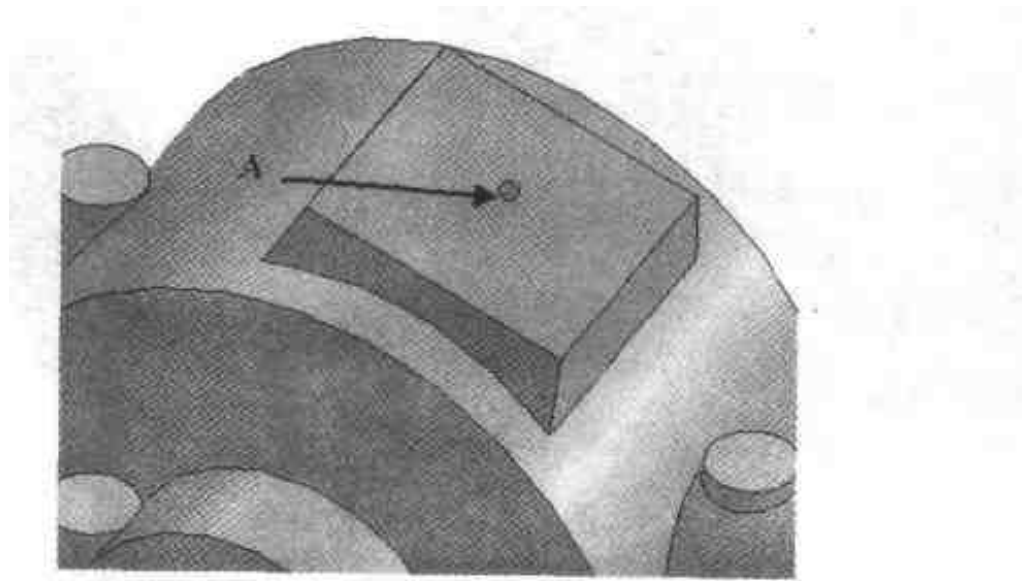

图 2.34 拖入【孔类长方体】图素
- (6) 从【图素】设计元素库中向如图 2.34 所示的中点 A 处拖入一个【孔类长方体】智能图素。